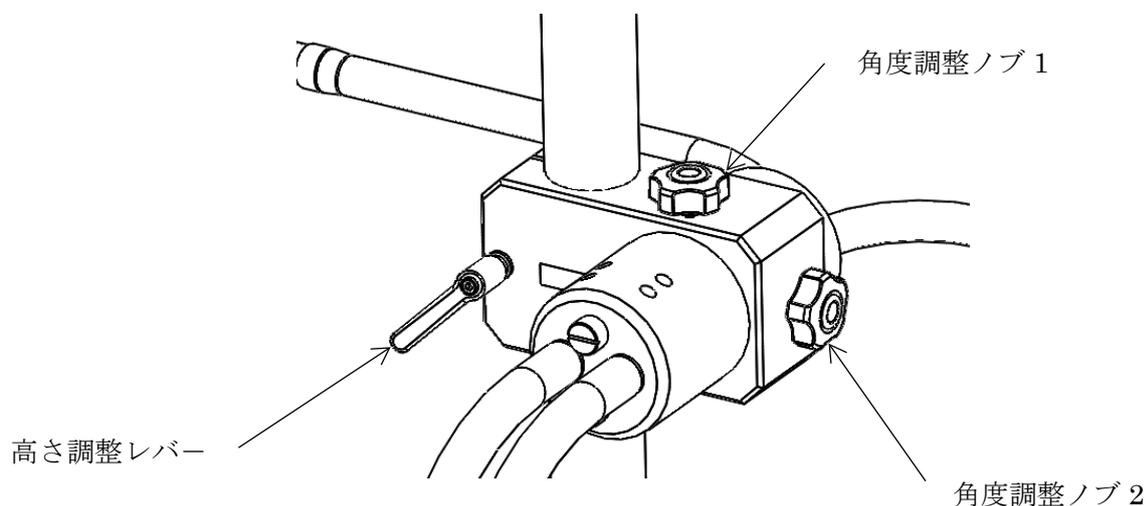

図 7-3 調整ノブ・レバー
- 2) 図 7-3 を参照し、角度調整ノブ 1 と 2 (2 ヶ所) を緩め、ゆっくりとループコイルを回転させます。任意の位置にループコイルが回転したら、ループコイルが動かないように、角度調整ノブ 1 と 2 をしっかりと締めてください。(ループコイルの角度を適正に保つ為に角度調整ノブは必ず 2 ヶ所締めてください。)